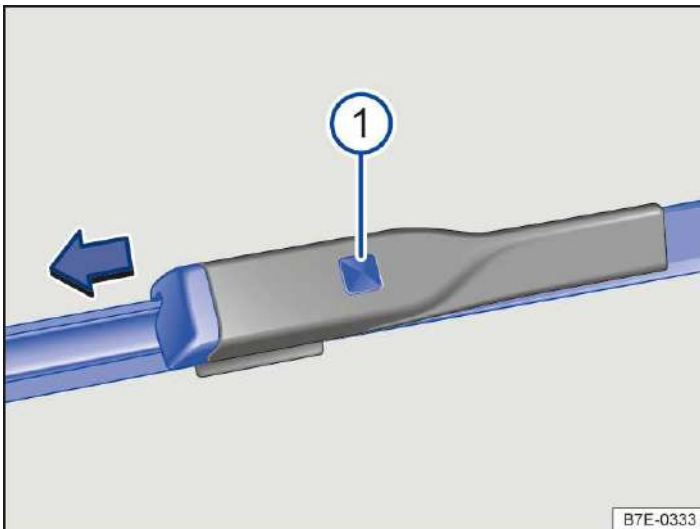

Abb. 1 An der Frontscheibe:
① Entriegelungstaste.
3. Entriegelungstaste gedrückt halten und gleichzeitig das Scheibenwischerblatt in Pfeilrichtung abziehen → Abb. 1 ①.